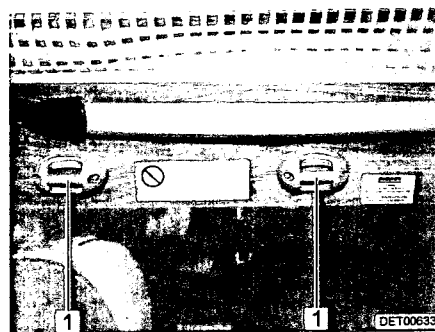

Bild 32 Halterung Aufstiegsleiter
- Aufstiegsleiter mit beiden Bügeln in die Krampen (Bild 32,1) am Hubbett einhängen.